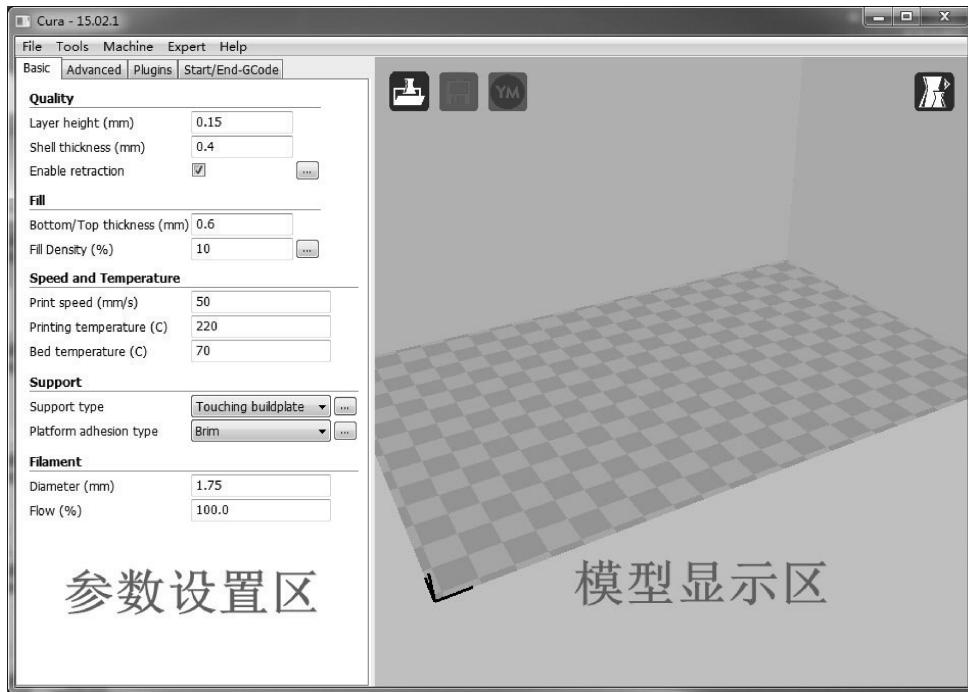

图 4-90 Cura 主界面
2) 机型选择完成后，单击“Next”按钮，在弹出的对话框中单击“Finish”按钮，“Configuration Wizard（配置向导）”对话框关闭，弹出Cura主界面。主界面分为两个区域：左边为参数设置区，右边为模型显示区，如图4-90所示。